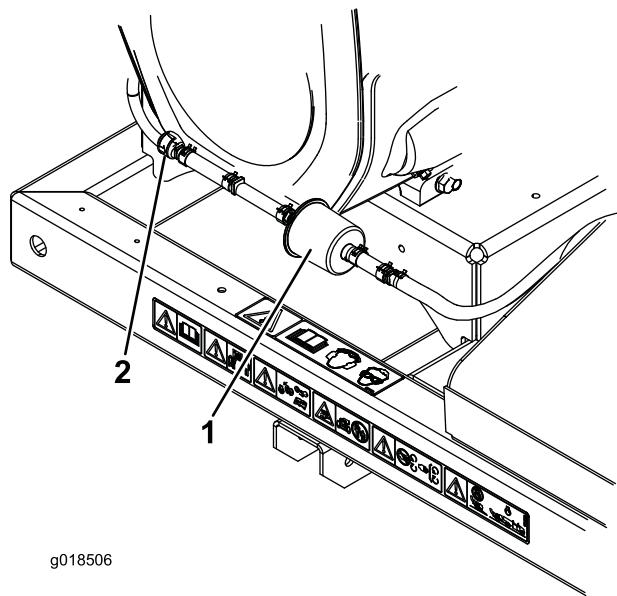

Figura 22
2. Spostate le fascette stringitubo del tipo a molla su entrambi i lati del filtro della linea di spurgo del canister a carboni attivi lontano dal filtro (Figura 22).
3. Togliete il filtro a carboni attivi e gettatelo (Figura 22).
4. Montate un nuovo filtro nel flessibile con la freccia del filtro rivolta verso la valvola di ritenuta e fissatelo con le fascette stringitubo (Figura 22).